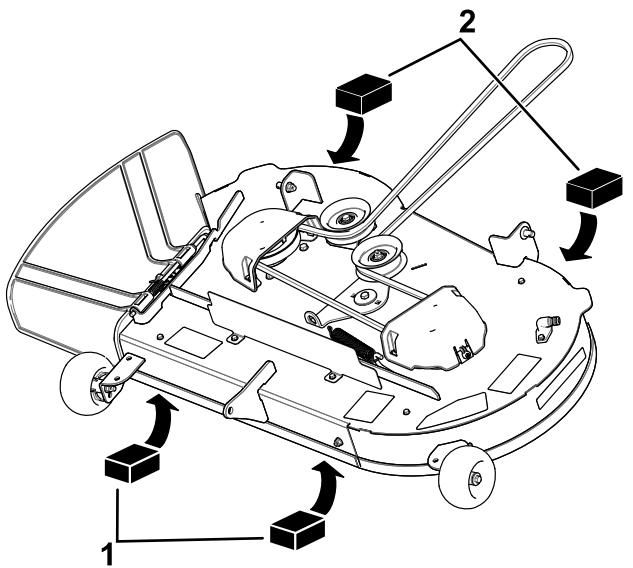
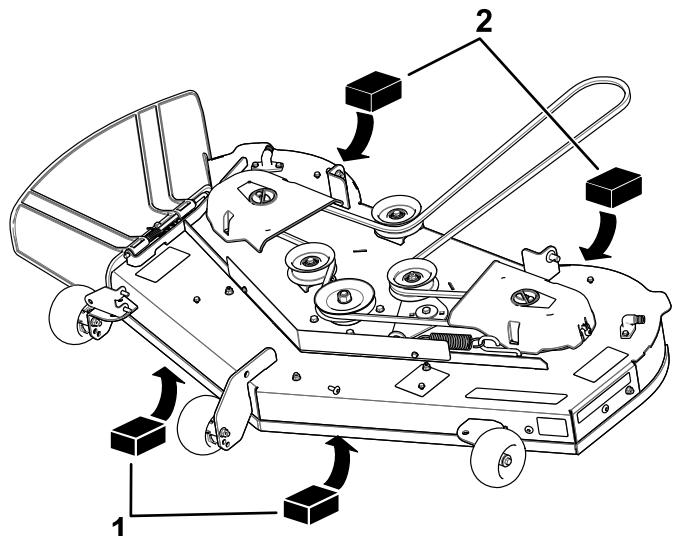

Bild 68
Bild 69
4. Legen Sie zwei 6,6 cm dicke Blöcke an jeder Seite unter die vordere Kante des Mähwerks, jedoch nicht unter die Halterungen der Antiskalpierrollen (Bild 68 oder Bild 69).
5. Legen Sie zwei 7,3 cm dicke Blöcke unter die hintere Kante des Mähwerks, einen an jeder Seite des Mähwerks (Bild 68 oder Bild 69).